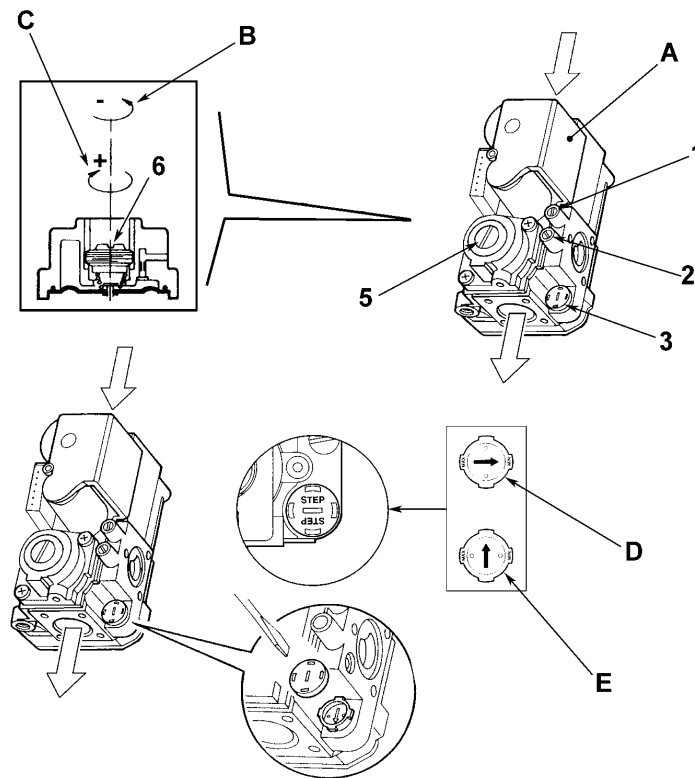

рис. 19 - Переналадка котла на другой вид газа
Настройка газового клапана (рис.19)
2. Снимите с газового клапана заглушку 3 (рис. 19). С помощью отвертки установите «СТУПЕНЬ» розжига на основании выбранного для работы газа (G20 или G31); установите заглушку на место.
- Стравите воздух из газопроводных труб через штуцер отбора давления 1 газового вентиля (рис. 19).